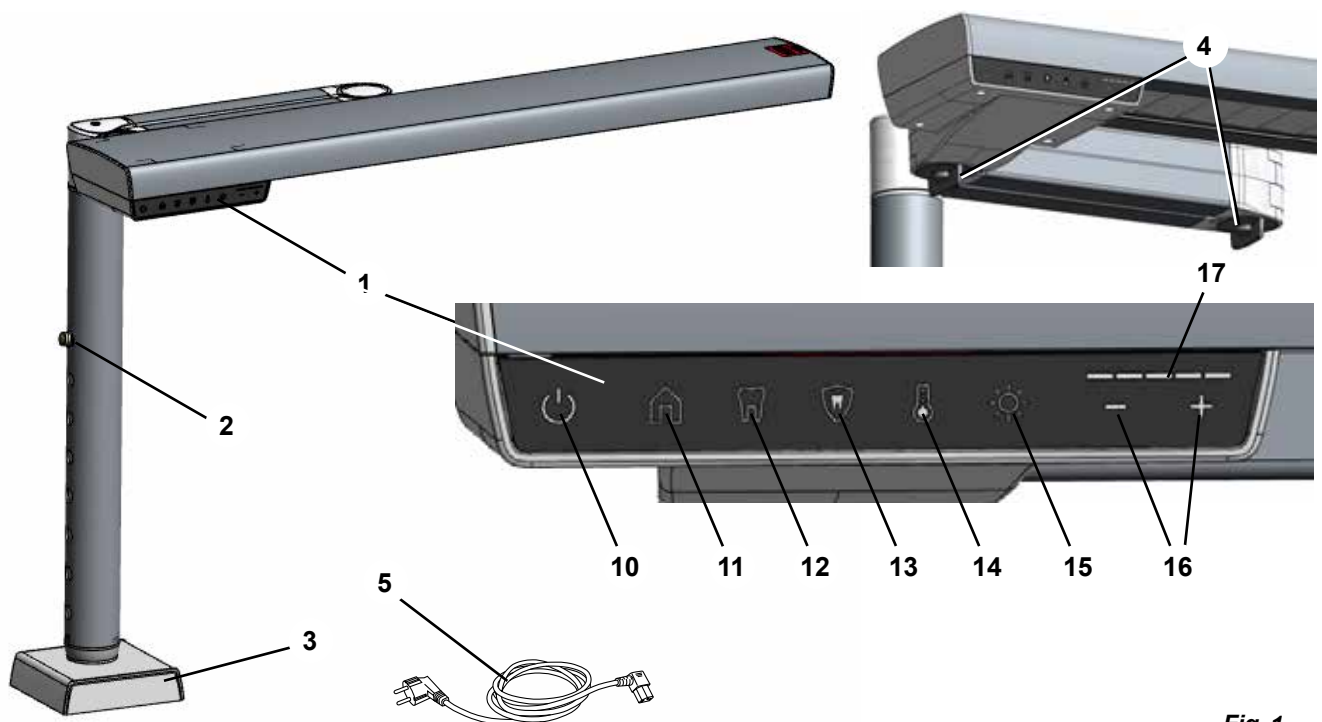

Fig. 1
- ⇒ Trykk inn låsen til høydejusteringen (2, fig. 1) og trekk ut innerrøret på basen til maksimal posisjon.
For å finne egnet monteringssted, løsne skjotelåsen (4, fig. 1) og kontroller at du kan flytte arbeidsplasslampen til den optimale posisjonen beskrevet tidligere (kapittel 4.2.1).
- ♦ Tasten Brightness (15, fig. 1) lyser.
- ♦ I Intensity - visningen (17, fig. 1) vises den aktuelle verdien til lysstyrken.